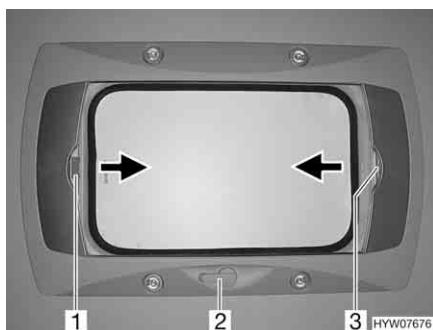

Fig. 64 Oblò a manovella
Apertura: ■ Ruotare la manovella (Fig. 64,2) fino a quando non si incontra resistenza.
Chiusura: ■ Tirare la tendina oscurante pieghevole per la maniglia (Fig. 64,3) nella direzione della freccia fino alla posizione desiderata e rilasciare. La tendina oscurante pieghevole rimane in questa posizione.
- Tirare la zanzariera a rullo per la maniglia (Fig. 64,1) nella direzione della freccia verso la maniglia contrapposta della tendina oscurante pieghevole (Fig. 64,3) e farla innestare.
- Tirare la maniglia della zanzariera a rullo (Fig. 64,1) dietro, verso l'alto, e sganciare la zanzariera a rullo dalla tendina oscurante pieghevole (Fig. 64,3).